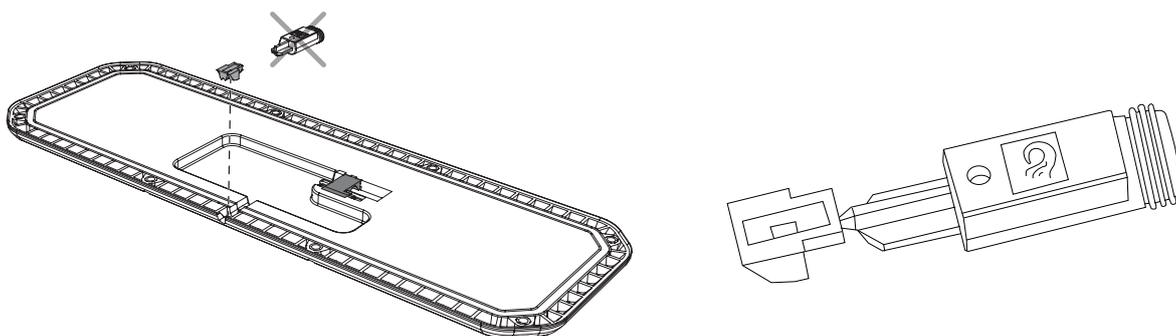

Figure 63. Montage de la fiche pour étanchéifier UCU.
4. Détachez avec précaution la partie extérieure de la fiche et montez dans l'échancrure. Voir Figure 63.